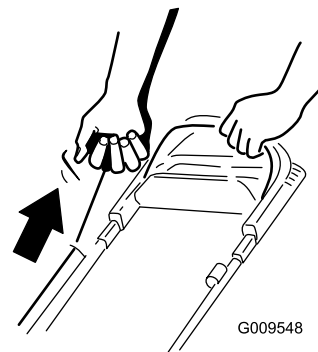

図 18
2. スタータのハンドルを引く 図 18。
**注** 抵抗を感じるまで軽くハンドルを引き、そこから力強く引いてください 図 18。ロープは自然に巻き取られます。